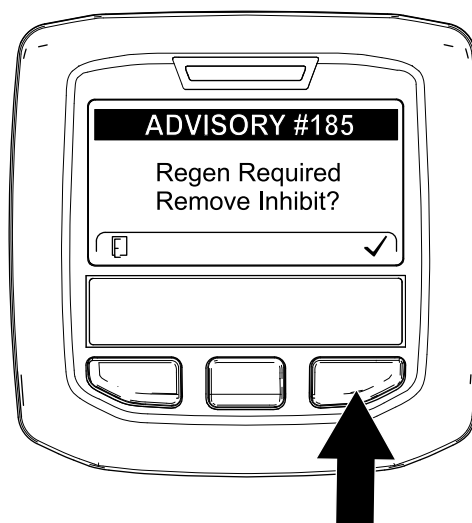

Figura 37
**Nota:** Si INHIBIR REGENERACIÓN está en ACTIVADO, el InfoCenter muestra el AVISO N° 185 (Figura 37). Pulse el botón 3 para poner Inhibir regeneración en DESACTIVADO y continuar con la regeneración de reinicio.